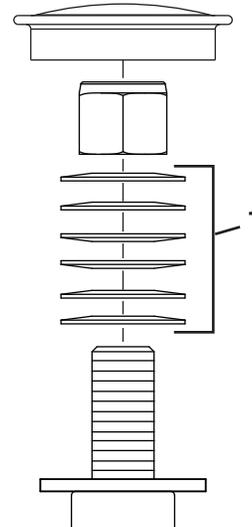

Figura 87
3. Retire el tapón guardapolvo de la rueda giratoria y apriete la contratuerca (Figura 87).
4. Apriete la contratuerca hasta que las arandelas de muelle estén planas, luego afloje $\frac{1}{4}$ de vuelta para establecer la pre-carga correcta de los cojinetes (Figura 87).
Importante: Asegúrese de que las arandelas de muelle están correctamente instaladas, según se muestra en Figura 87.
5. Coloque el tapón anti-polvo (Figura 87).